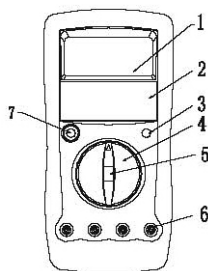

Рис. 1
6. Устройство Прибора (См. Рис. 1)